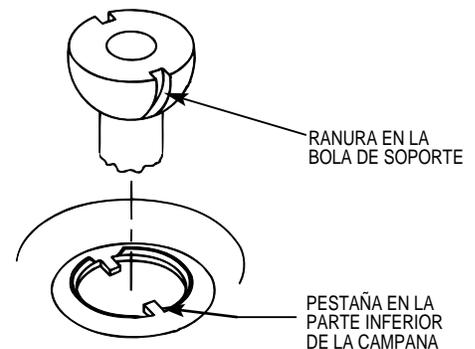

FIGURA 5C. Alineación de la pestaña y la ranura
B. Antes de colgar el ventilador de la placa del cielo raso, ponga en alineamiento y enganche las dos pestañas en la parte inferior de la campana con las (2) ranuras en la bola de soporte. Vea la Figura 5C.
NOTA: Para la configuración de ventilador colgante de una bola, asegúrese que las (2) ranuras en la bola estén enganchadas con las (2) pestañas en la campana. La falla en hacer esta verificación puede causar la caída del ventilador. Vea la Figura 5C.